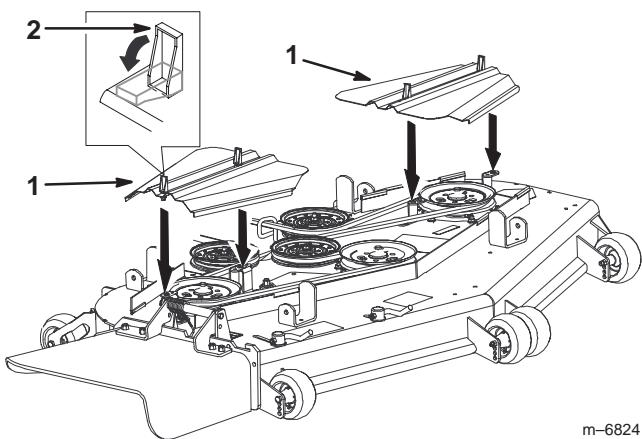

Figure 74
3. Déposez les couvercles des courroies (Fig. 74).
- Posez et verrouillez les couvercles de la courroie (Fig. 74).